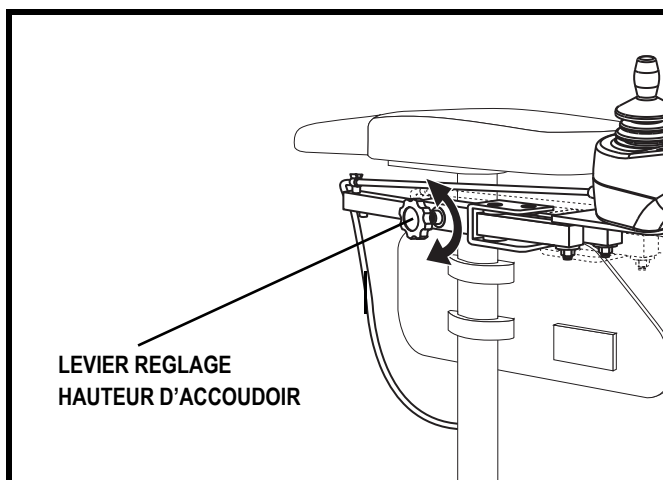

Figure 18. Réglage du haut (hauteur)
1. Desserrer le bouton d'ajustement de hauteur d'accoudoir en le tournant dans le sens inverse des aiguilles d'une montre. **Voir la figure 18.**